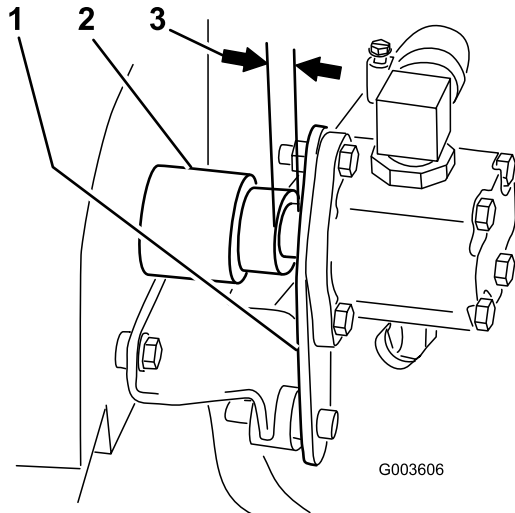

Bild 21
10. Der Hub muss ganz auf der Welle sitzen. Stellen Sie sicher, dass kein Abstand zwischen der Pumpenplatte und dem Hub besteht. Wenn ein Abstand besteht, ist der Hub nicht richtig installiert und muss richtig positioniert werden (Bild 21).